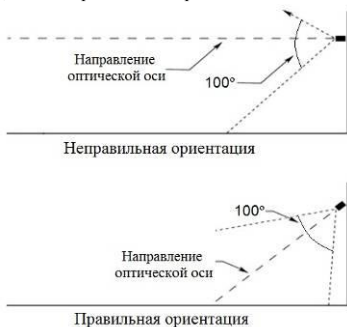

Рисунок 5 – Установка извещателя по отношению к горизонту
- Извещатель должен быть нацелен на объект по нисходящей под углом к горизонту, по крайней мере, 10 - 20 градусов (см. рис. 5). Такая установка предотвращает скопление влаги на оптической части извещателя.